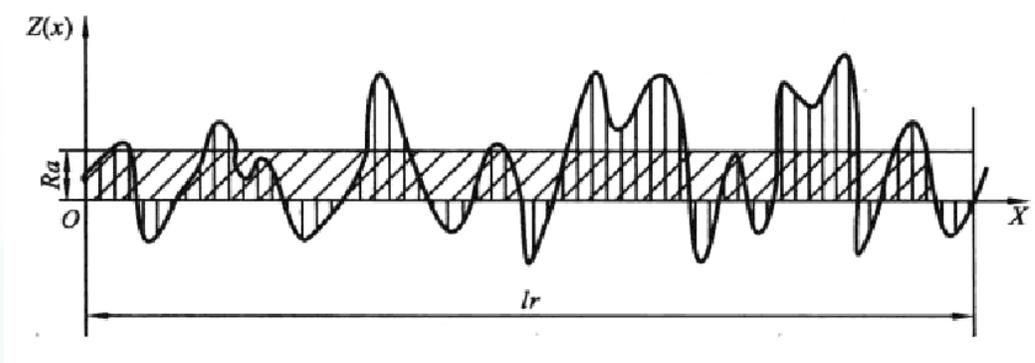

图3-3 轮廓的算术平均偏差
① 轮廓的算术平均偏差 $R_a$ ：在一个取样长度内纵坐标值 $Z(x)$ 绝对值的算术平均值，如图3-3所示。其表达式为